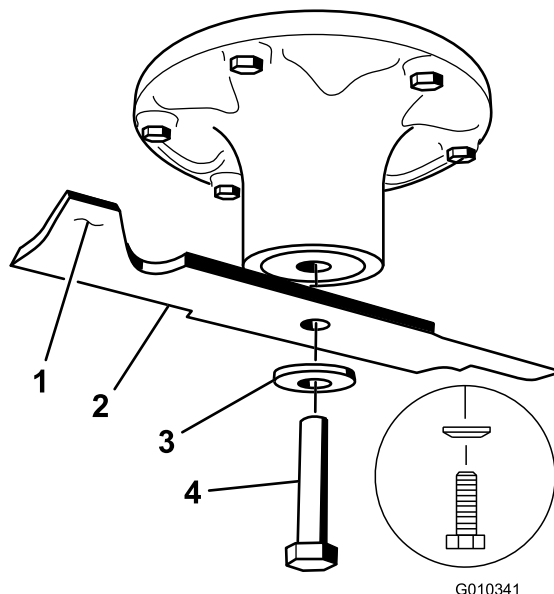

Figura 66
Segure na extremidade da lâmina, utilizando um trapo ou uma luva grossa. Retire a cavilha da lâmina, a anilha curva, e a lâmina do eixo (Figura 66).
lime algum metal da extremidade da aba apenas (Figura 66). Repita este procedimento até a lâmina estar equilibrada.
1. Instale a lâmina no veio (Figura 66).
2. Instale o disco de mola e o parafuso da lâmina. O cone do disco de mola deve ser montado virado para a cabeça do parafuso (Figura 66). Aperte o parafuso da lâmina com 135–150 Nm.